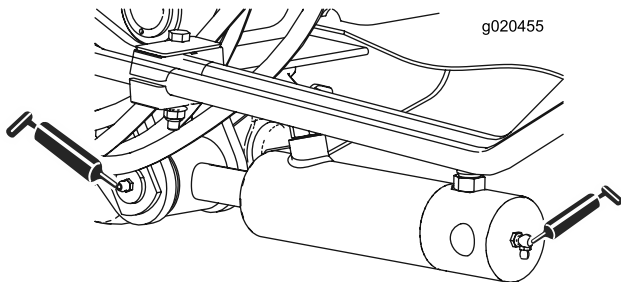

Bild 64
- Zwei (an jeder Seite) Hubarm-Zylinderbüchsen (Bild 64)